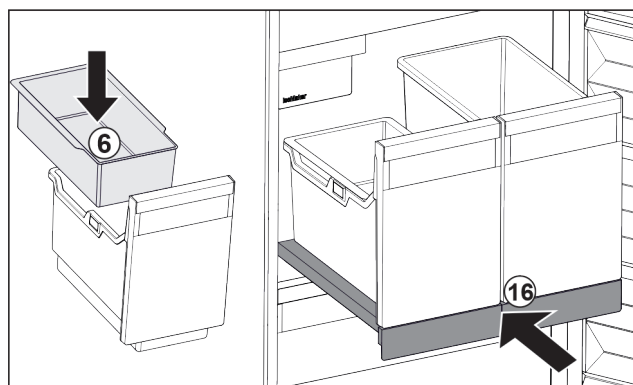

Fig. 198
- ▶ Introduceți tava suspendată Fig. 198 (6) pentru cuburi de gheață.
- ▶ Insertați raftul extractibil cu recipientele (IceTower). Fig. 198 (16)